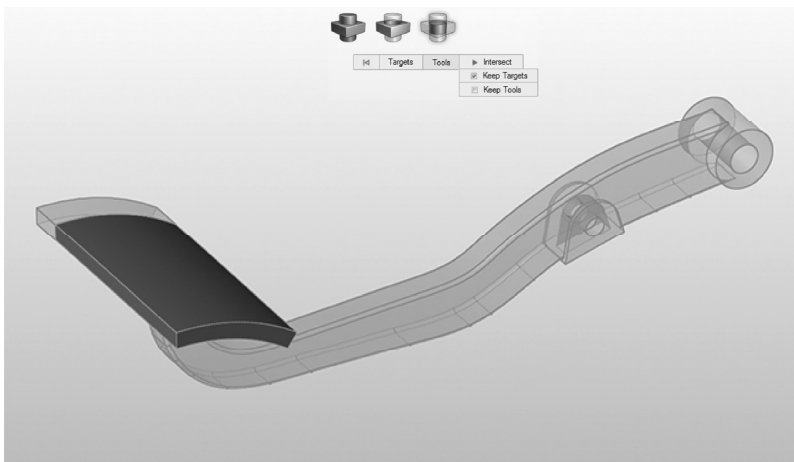

图 6-13
5) 单击踏板（上一步骤中挤出的零件）将其选中，如图 6-13 所示。